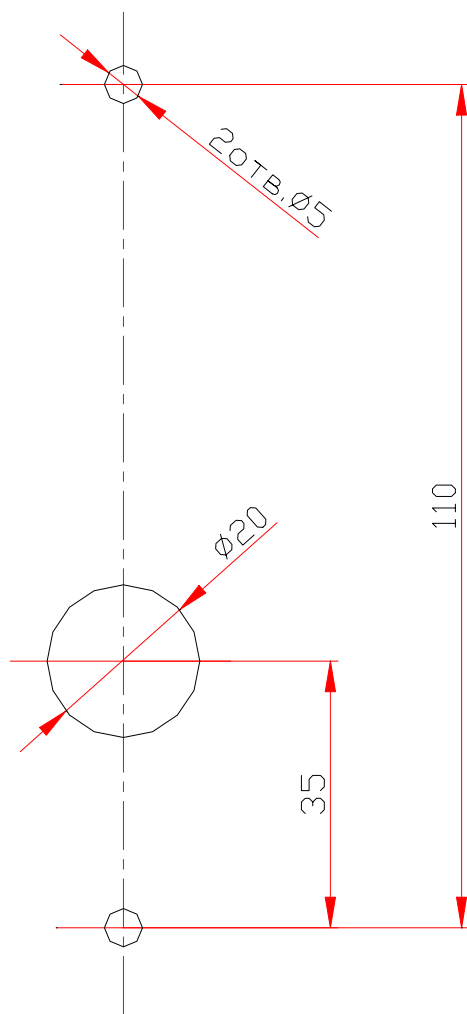

Рис. 8. Разметка отверстий для установки считывателя.
3. Произведите разметку и разделку отверстий на установочной поверхности для крепления считывателя и проводки его кабеля (см. рис. 8).